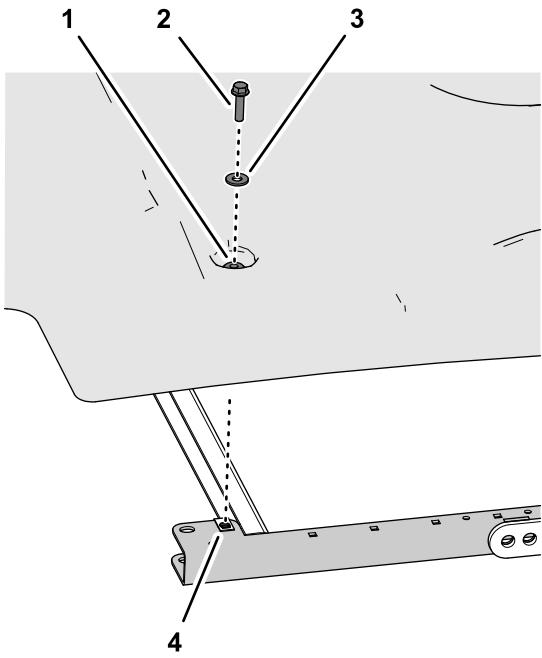

Figura 2
1. Togliete i 4 bulloni a testa flangiata (5/16" x 1¼") e le 4 rondelle (5/16") che fissano il parasole alle canaline del telaio laterale (Figura 1 e Figura 2).
2. Montate il parasole sulle canaline del telaio (Figura 2) con i 4 bulloni a testa flangiata (5/16" x 1 1/4") e le 4 rondelle (5/16") rimossi in precedenza.